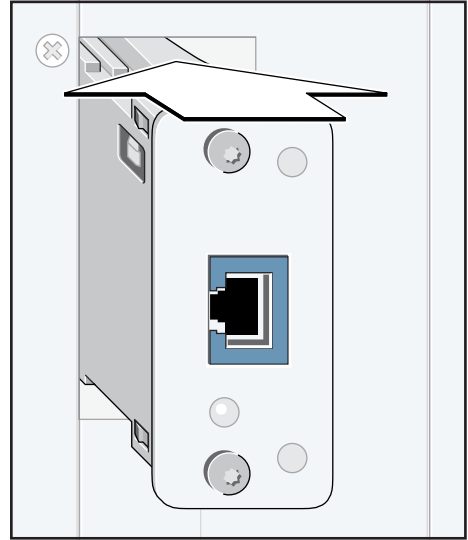

Fig. 2: Ejemplo: Inserción del módulo de interfaz
2. Insertar hasta el tope el módulo de interfaz IMmtcp en la ranura de inserción prevista en el componente del sistema (ejemplo en la Fig. 2).